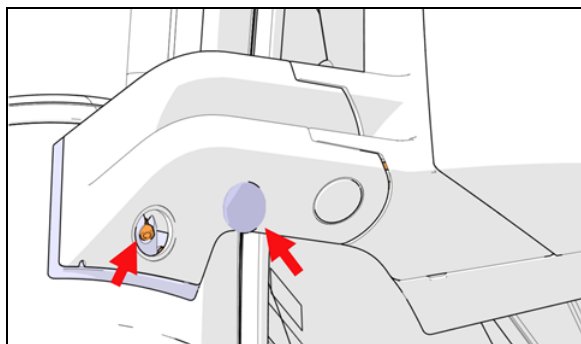

FIGURE 86
1. Retirez le capuchon en plastique noir (Figure 86).
2. Desserrez la vis de serrage (ne retirez pas) afin que le miroir puisse être soulevée de la plaque de montage (Figure 86).